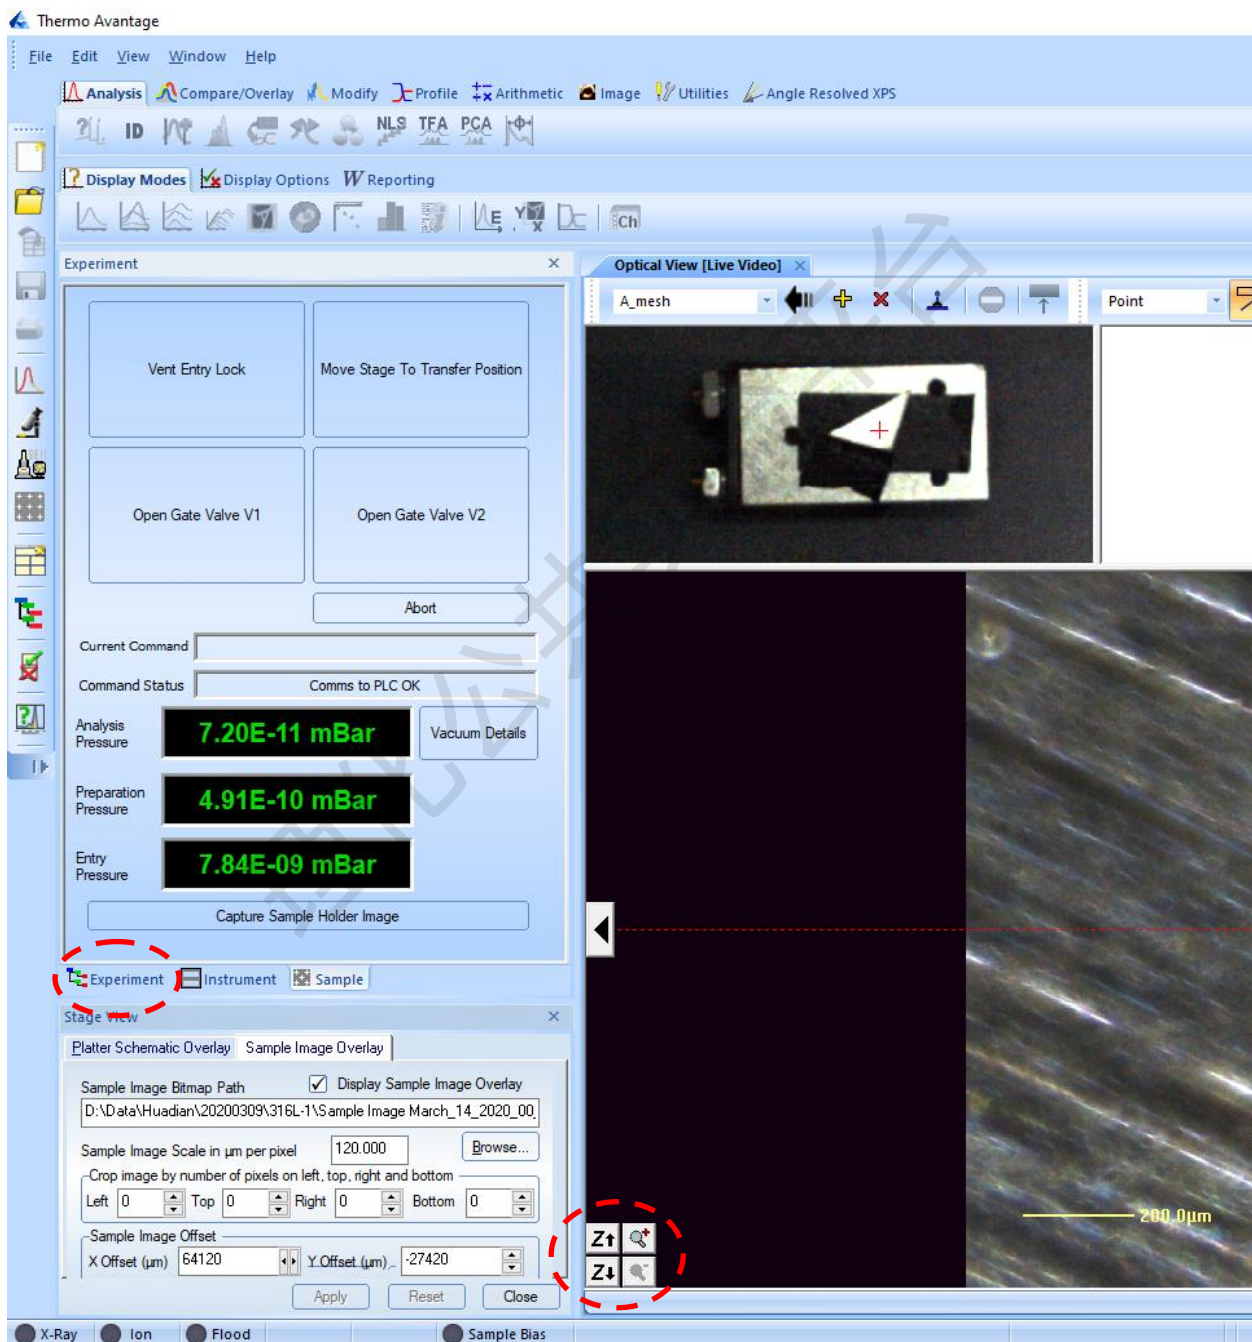

图 11 样品位置设定界面图
(5) 参照 6.3.4 中的步骤 4、5, 对样品照片进行设定, 此时界面如图 11 所示;
(6) 在样品照片中选择合适的点, 双击左键, 观察中心相应将自动移动到该位置;
(7) 利用观察界面左下角的 Z 箭头, 调节合适的 Z 值使清晰区域落于十字中心;